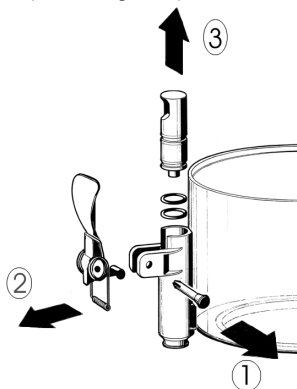

figura 1
- 3 - Disassemblare il rubinetto con la sequenza indicata (vedere figura 1).
- 3 - Riasssemblare il rubinetto sul contenitore con sequenza inversa rispetto a quanto fatto per lo smontaggio (vedere figura 1).